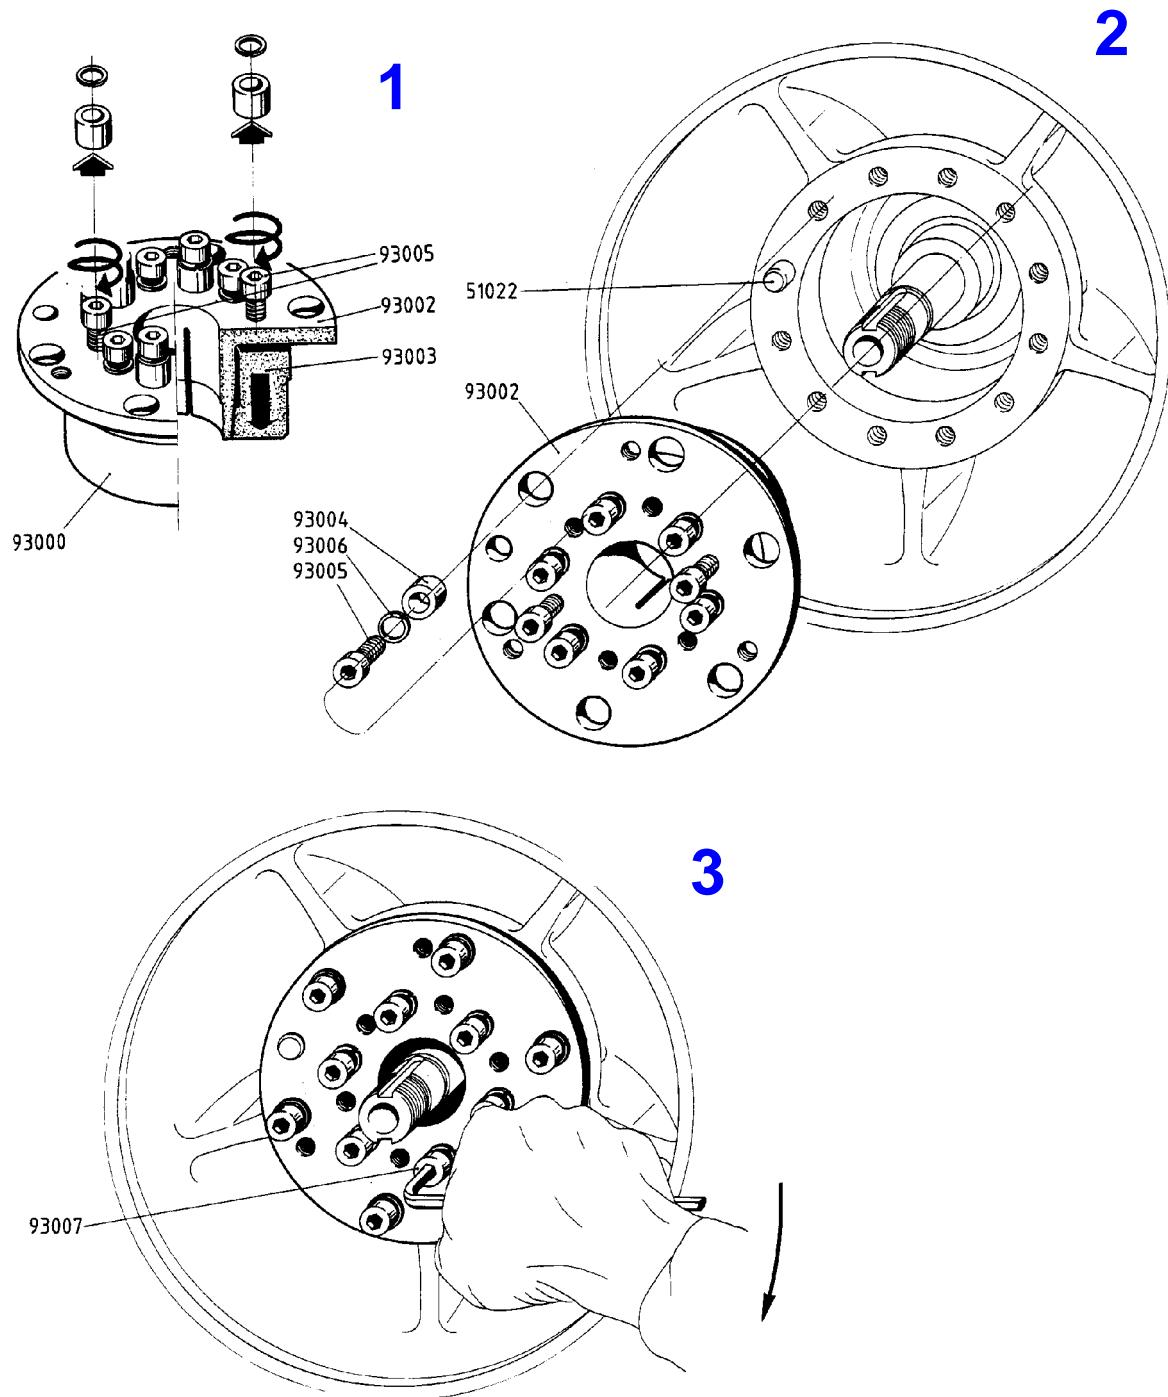

Fig. 6-3
- Blockievorrichtung (93000) auf eine ebene Unterlage stellen (s. Fig. 6-3/1).
- Blockievorrichtung (93000) über Welle und Führungsbolzen (51022) schieben (s. Fig. 6-3/2).
- Zyl.-Schrauben (93005) abschrauben, Federringe (93006) und Bohrbüchsen (93004) vom Blockierflansch (93002) abnehmen (s. Fig. 6-3/2).
- Zyl.-Schrauben (93007) des inneren Lochkreises mit 6kt-Stiftschlüssel kreuzweise anziehen (s. Fig. 6-3/3).
- Place the locking device (93000) on a flat surface (see fig. 6-3/1)
- Slide the locking device (93000) over the shaft and the guide bolt (51022) (see fig. 6-3/2)
- Remove socket screws (93005), locking washers (93006) and drill bushings (93004) from the locking flange (93002) (see fig. 6-3/2).
- Tighten the socket screws of the inner circle of holes crosswise with a socket wrench (see fig. 6-3/3).